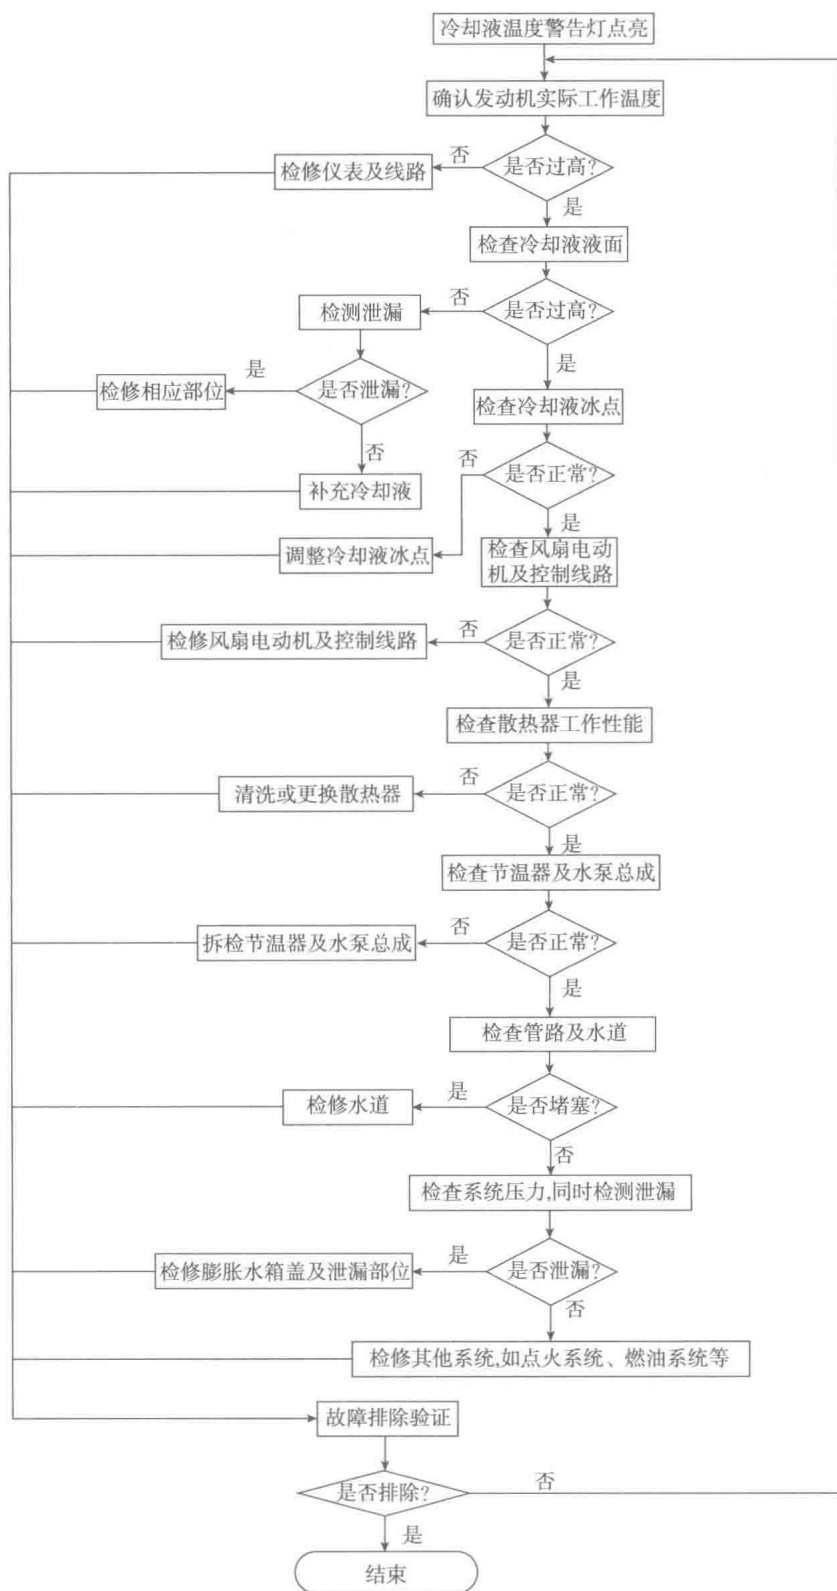

图 1-4 发动机冷却液温度警告灯点亮故障诊断流程图
(1) 汽车故障诊断与汽车检测有何区别？
(2) 汽车故障诊断的基本原则有哪些？
(3) 画出汽车故障诊断的一般流程，并说明在验证及重现故障时有哪些注意事项？
(4) 发动机冷却液温度警告灯点亮故障诊断流程，如图 1-4 所示，阅读并编制技术方案。